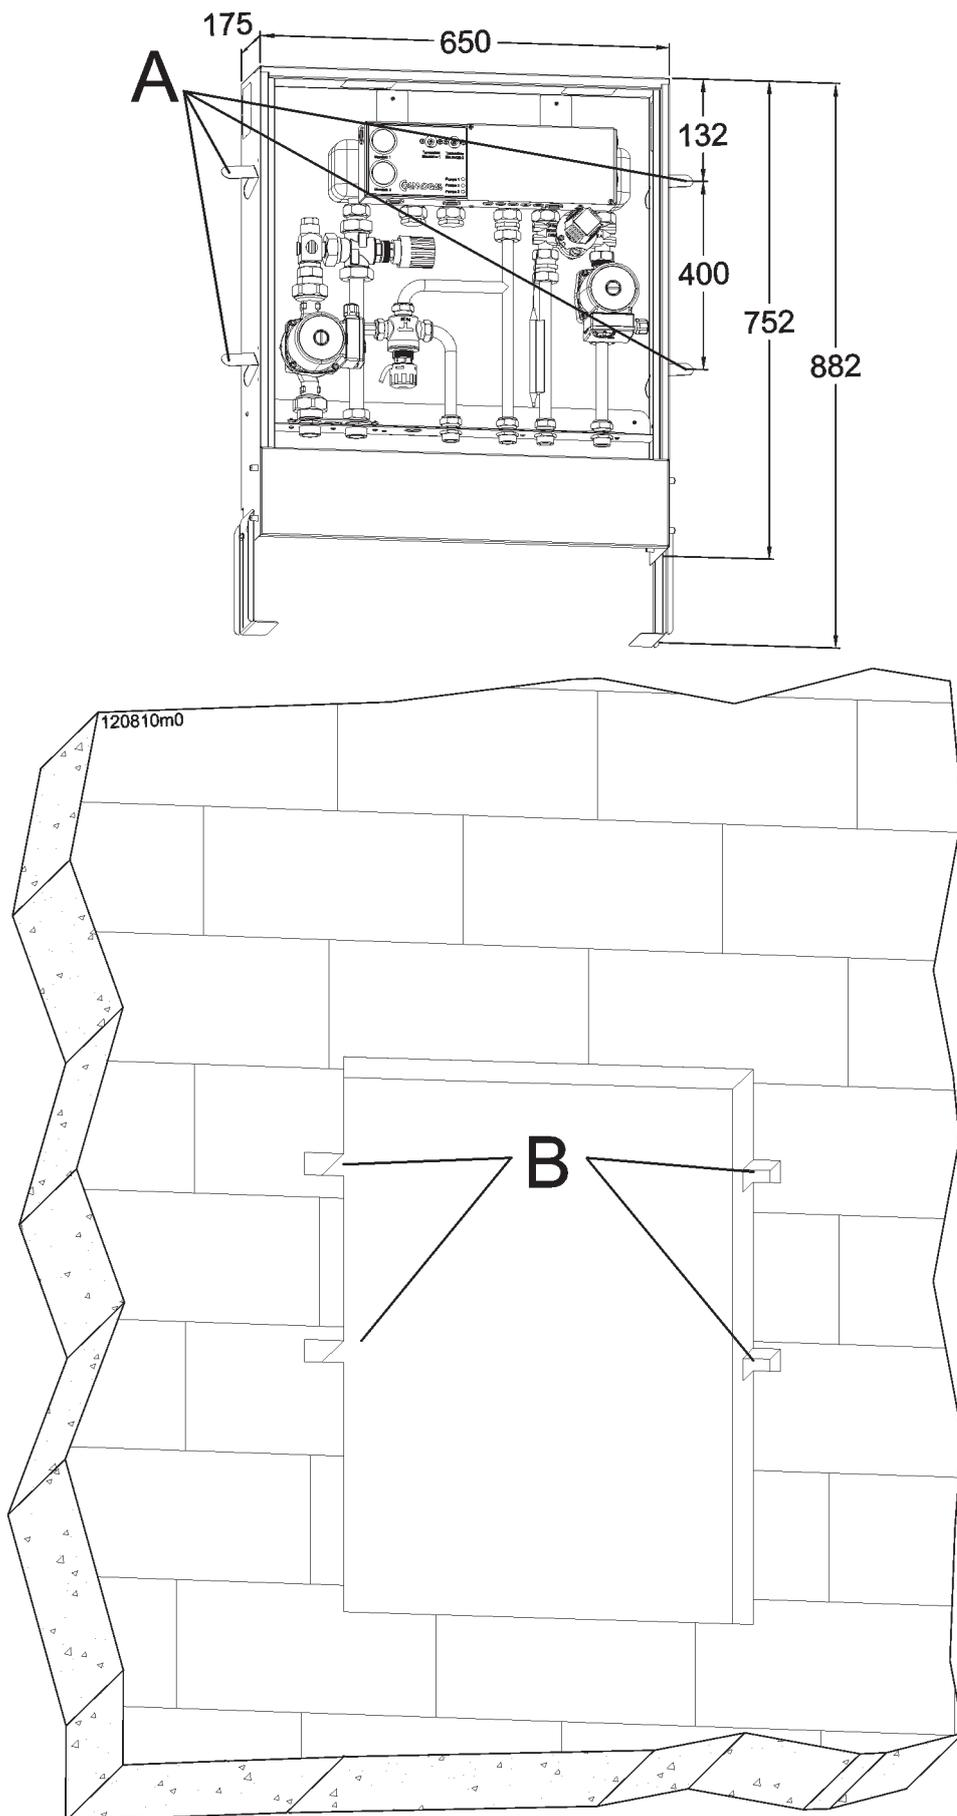

Figura 24 - Dimensioni unità da incasso e forma della nicchia nel muro
Per l'installazione del box di contenimento da incasso S.I.M. procedere come di seguito, fare riferimento alla figura 24:
- Creare l'apposita nicchia nel muro dell'abitazione considerando le dimensioni del box da incasso riportate in figura 24;